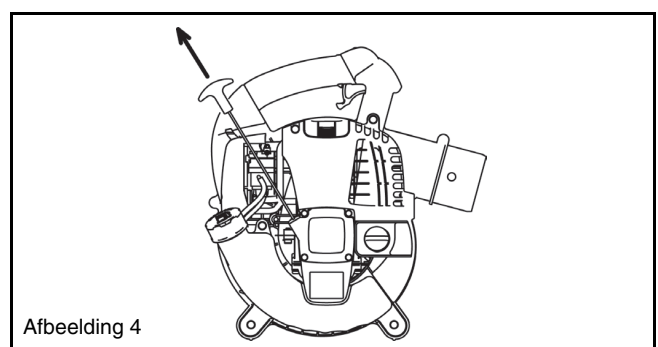

Afbeelding 1
- (1) Plaats de machine op een vlakke ondergrond.
- (2) Zet de stopschakelaar op "I" (Afbeelding 1).